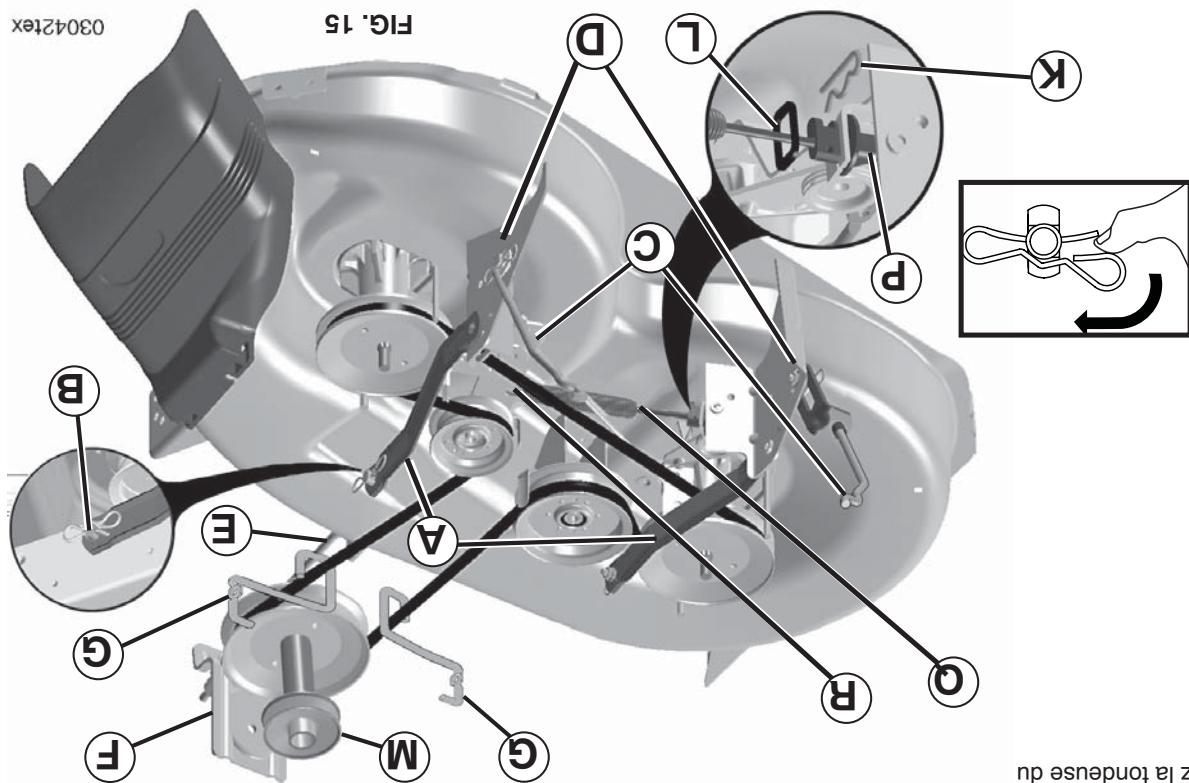

FIG. 15
- POUR ENLEVER LA TONDUESE** (Voir Fig. 15)
- IMPORTANT :** Si un accessoire autre que le carter de tonduse les raccords arrière (C).
- doit être monté sur le tracteur, enlevez les raccords avant (E) et en contact avec la bougie d'allumage.
- Appuyez sur la pédale de frein/embrayage et placez le levier de chaînage en position point mort (N).